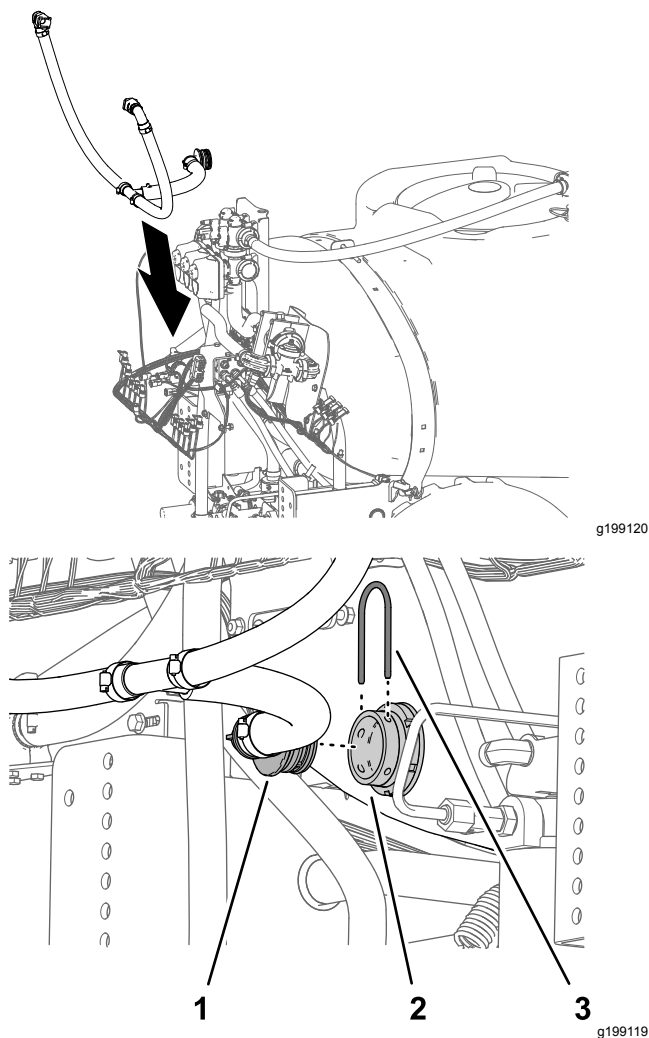

Рисунок 94
1. Совместите узел перепускного шланга с баком опрыскивателя (Рисунок 94).